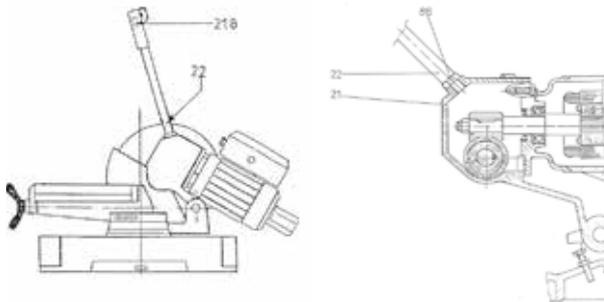

Fig. 10 Montage du levier de commande
1. Insérez le bras de levier (Fig. 10, 22) dans le renforcement prévu à cet effet dans le boîtier (Fig. 10, 21), et fixez-le avec l'écrou à chapeau (Fig. 10, 86).